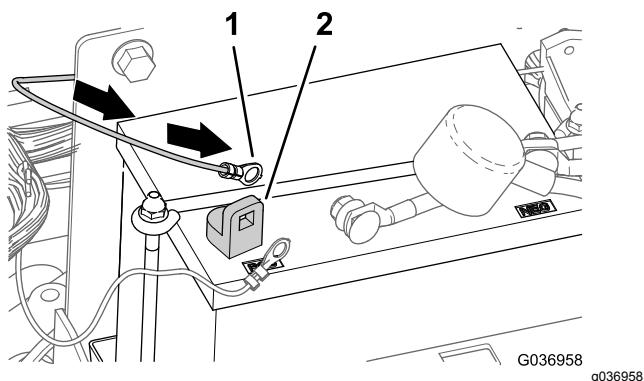

Figura 10
2. Enrute la pata del arnés que tiene el terminal de anillo al borne positivo de la batería (Figura 10).